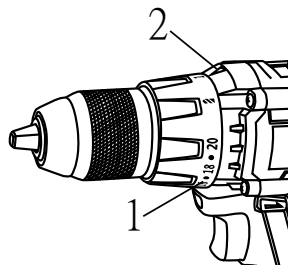

Рис. 4
Шуруповёрт оснащен специальным вращающимся кольцом для установки ограничения крутящего момента. Для установки ограничения крутящего момента на вращающемся кольце нанесены цифры (1). Поверните кольцо (Рис. 4) до совмещения необходимой цифры со стрелкой (2). Для правильной установки используйте таблицу ниже.